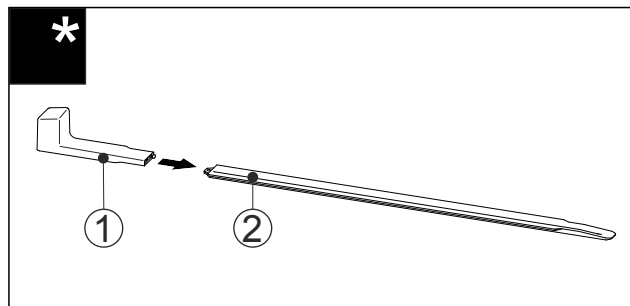

Fig. 47
- Inserire l'impugnatura di montaggio Fig. 47 (1) sulla guida di livellamento Fig. 47 (2).